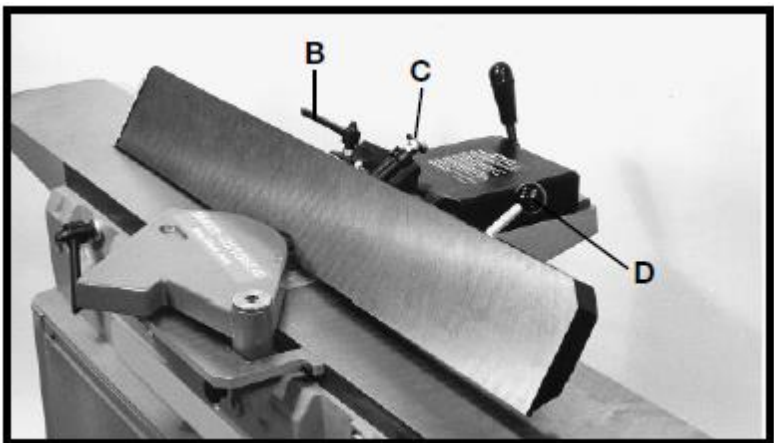

Рис. 28
Для наклона параллельного упора вправо или влево ослабить рукоятку (В), рис. 28, вытянуть плунжер (С) и рычагом (D) наклона параллельного упора установить параллельный упор под требуемым углом, затем надёжно затянуть рукоятку (В).
ПРИМЕЧАНИЕ: рукоятка (В), рис. 28, подпружиненная, и её можно переставлять, вытягивая рукоятку и переставляя её по зубчатой гайке, расположенной под рукояткой.